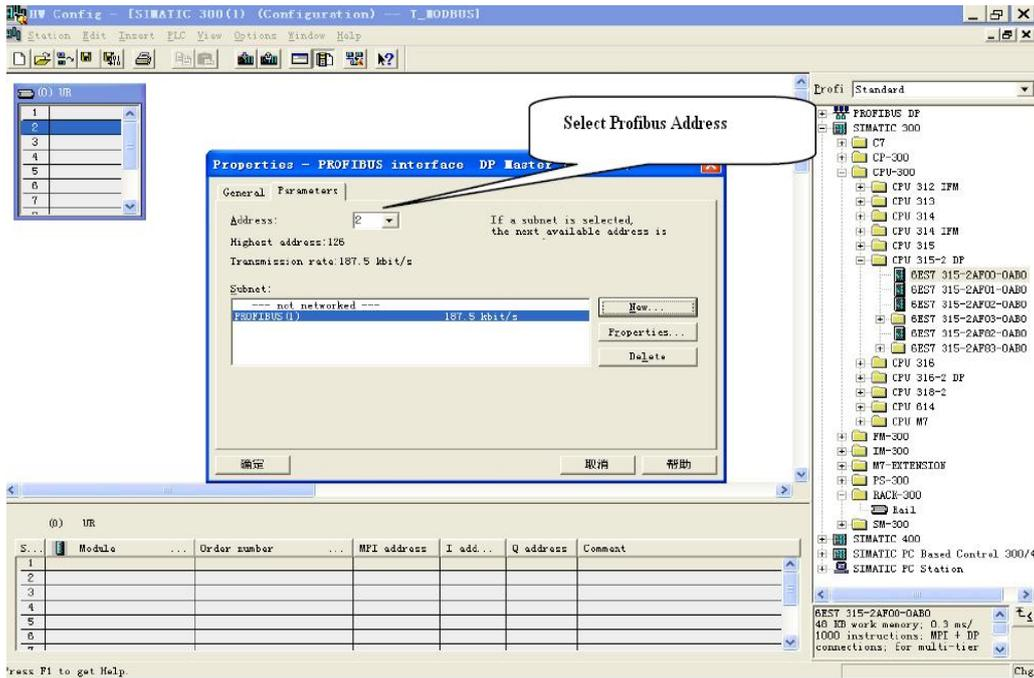

图 12
10. 选择 PROFIBUS DP Master station 地址, 如图 12: